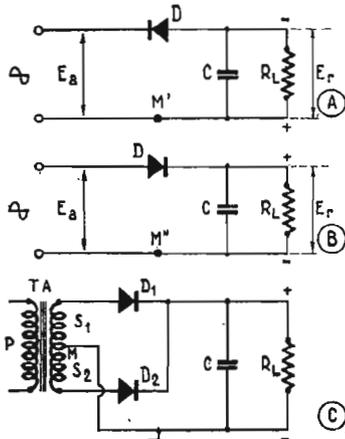
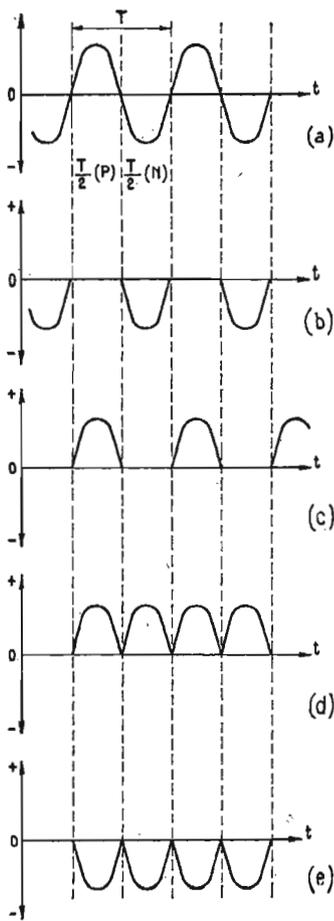
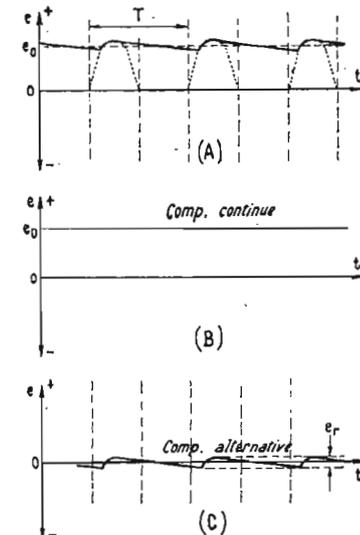

FIG. 4
FIG. 5
FIG. 6
A la figure 4, on donne quelques schémas de redresseurs utilisant une ou deux diodes. Ce sont les montages les plus répandus actuellement.
La tension alternative sinusoïdale appliquée à l'entrée, a la forme de la figure 5 (a) et son amplitude est Ea. Lorsque l'alternance du si-
Pour le montage (A) figure 4, la tension aux bornes de RL est comme celle de (B) figure 5. Il est clair que cette tension est de même forme que les alternances négatives du signal d'entrée.
Passons au redresseur B figure 4. La diode étant branchée dans le sens inverse de celle du redresseur A, seule l'alternance positive donne lieu à un courant direct qui passant par RL et D, crée aux bornes de RL une tension comme celle de (c) figure 5.
En combinant deux redresseurs mono-alternance B de la figure 4 on obtient le montage redresseur bi-alternance C de la même figure. Sur RL apparaissent alors des tensions à toutes les alternances comme on le voit sur la figure 5 (d). Dans le même montage C, si les diodes sont montées en sens opposé (les anodes du côté sortie), la tension de sortie est à impulsions négatives comme représenté en (e) figure 5.
En utilisant des capacités ou mieux, des capacités et des résistances ou des capacités et des bobines, il est possible de transformer les tensions à impulsions (comme celles de b, c, d, e de la figure 5) en tensions de forme proche de la tension continue.
A la figure 6, on a représenté trois formes de tensions. En (A), on a tracé en pointillés des alternances positives comme celles de (c) figure 5, obtenues avec le mon-
tage B de la figure 4, dont le condensateur C est absent.
Celle-ci, est représentée graphiquement en (B) figure 6. C'est une droite parallèle à l'axe des temps et elle indique qu'en tout moment, la tension de sortie a une valeur constante e0 qui, dans le présent exemple est une tension positive obtenue grâce au montage B figure 4.
La tension de sortie, obtenue avec filtrage, comme celle de la figure 6A, peut se décomposer en deux parties : la tension continue B figure 6 et la tension alternative (non sinusoïdale) C figure 6. La tension résultante est la somme des deux tensions élémentaires.
On notera que si le redressement est à deux alternances (figure 4C) on obtient le signal redressé d ou e (Fig. 5) et le filtrage est plus aisé :
Soit le schéma B figure 4, par exemple. On voit que C est monté sur la sortie, en parallèle sur l'utilisation RL.
On a vu en considérant les tensions de la figure 6 que la tension filtrée se décompose en une tension continue et une tension alternative comme celle de (C).
Cette tension se nomme aussi tension de ronflement car elle peut donner lieu à un ronflement dans le haut-parleur d'un appareil radio ou BF si celui-ci est alimenté par une tension qui n'est pas assez proche de la tension continue (B) figure 6. On peut évaluer la tension de ronflement en pourcentage par rapport à la tension totale. Soit par exemple, aux bornes de la sortie du redresseur,  $e_o = 12$  V et  $e_r = 0,012$  V donc  $e_r = e_o/100$ . Le pourcentage de ronflement est de 1%. Un tel pourcentage est tolérable dans certains appareils et ne l'est pas dans d'autres.